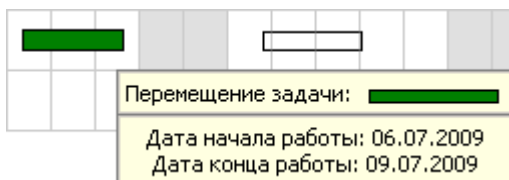

Рис.3.24 Перемещение работ на временной шкале.
2. Нажмите левой кнопкой мыши на работе и, удерживая клавишу <Shift>, перетащите прямоугольник влево и вправо по шкале (Рис. 3.24).